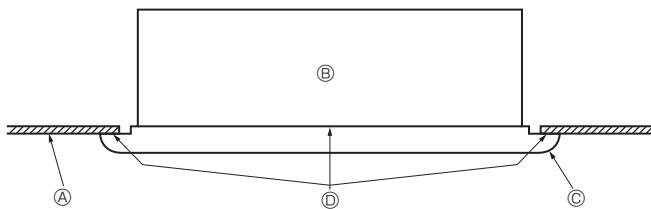

Рис. 5-6
- На этом этапе убедитесь в отсутствии щелей между внутренними прибором и передней панелью, а также между передней панелью и поверхностью потолка. Наличие щелей может привести к попаданию ветра, что, в свою очередь, может вызывать капание воды. (Рис. 5-6).
5.4. Контрольные проверки после установки (Рис. 5-6)